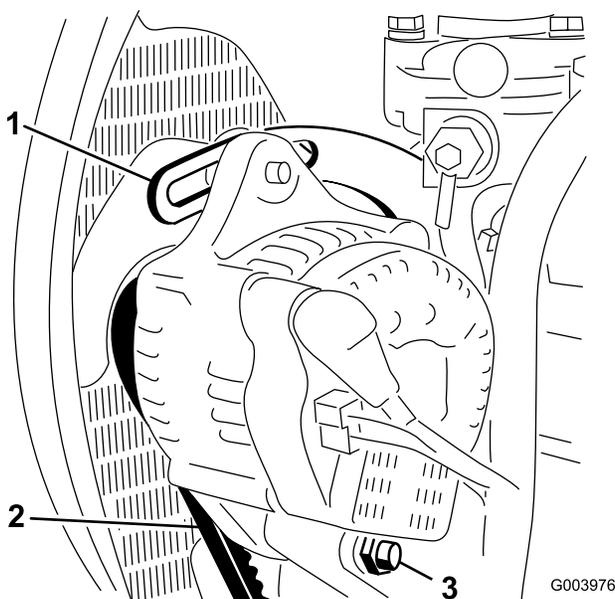

図 49
2. オルタネータ側プーリとクランクシャフト側プーリ間の中央部でオルタネータベルト(図49)を指で10 kg程度の力で押してベルトの張りを点検する。
3. ブレースをエンジンに固定しているボルト(図49)と、オルタネータをブレースとピボットボルトに固定しているボルトをゆるめる。